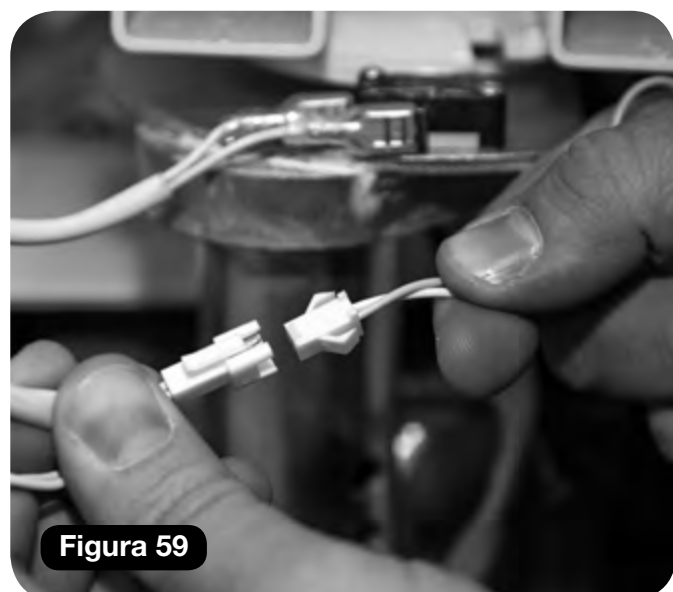

Figura 59
- c Collegare il loop dell'interruttore a chiave dall'unità di alimentazione (arancio e verde) al circuito dell'interruttore di rotazione (2 x bianco). **(Figura 59).**